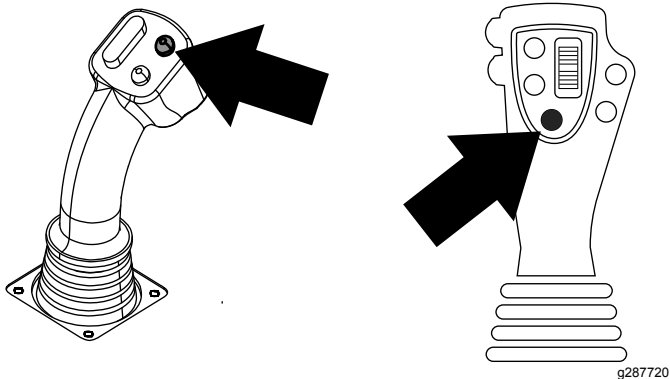

Bild 18
6. Halten Sie die untere linke Taste des 8-Tasten-Joystick oder die obere Taste des 4-Tasten-Joysticks gedrückt, um das Rohr zu greifen (Bild 18) und (Bild 19) und lassen Sie die Taste wieder los.